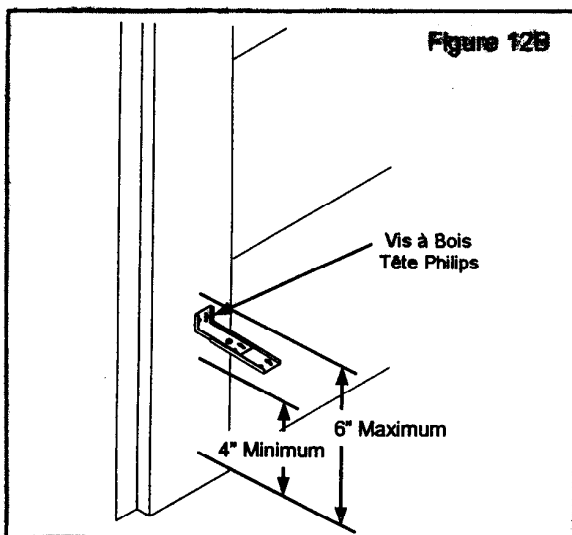

Figure 12B
A. Marquer la position du "Silent Guard" comme suit : Tracer une ligne sur les côtés gauche et droit du cadre de la porte (aussi près que possible des rails), une à 4" et l'autre à 6" au-dessus du plancher. Voir Figure 12B. La marque supérieure indique la hauteur maximum et la marque inférieure indique la hauteur minimum à laquelle le "Silent Guard" doit être installé.
1. Retirer les deux supports en "L" (voir figure 12B) du carton d'emballage.